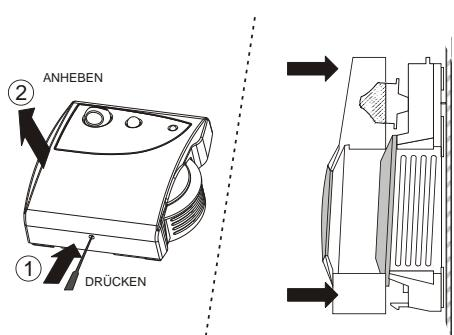

Abb. 1. Gehäuse öffnen / montieren
When all wiring is complete, re-attach the cover of the wall module as shown in Fig. 1 and make sure that the tab on the underside engages.
Die Raumbediengeräte CLCM1T,2T,4T,5T,6T besitzen eine Grundplatte, die zur einfachen Installation separat montiert wird. Entfernen Sie das Oberteil wie in Abb. 1 dargestellt.
1. Öffnen Sie das Gehäuse, wie in Abb. 1 gezeigt.
8. Montieren Sie das Gehäuse gemäß Abb. 1 und stellen sicher, dass der Riegel an der Unterseite einrastet.